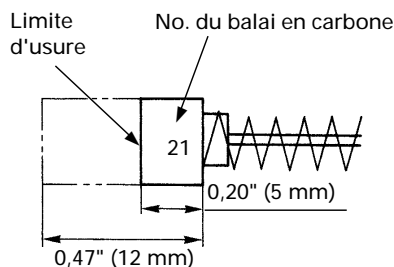

Fig. 8
## 4. Contrôle des balais en carbone (Fig. 8)
**REMARQUE:** Utiliser le balai en carbone HITACHI No. 21 indiqué sur la figure 8.